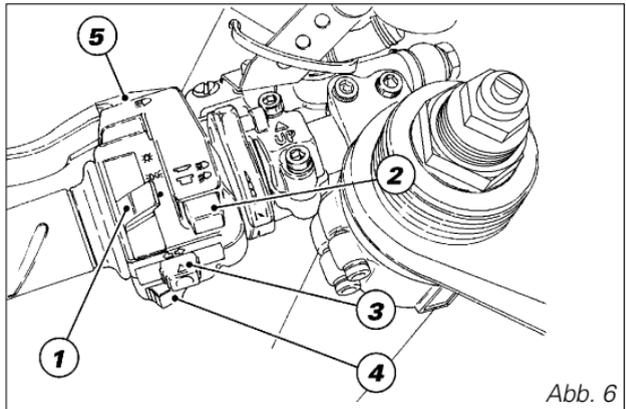

Abb. 6
**Linker Umschalter** (Abb. 6)